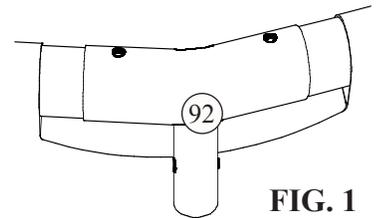

FIG. 1
2. Repérez les conduites en métal et les Raccords en T. Les Poutres Horizontales (91) sont les conduites courtes à grand diamètre et une paire de trous à chaque extrémité. Les conduites plus longues et de diamètre plus petit avec Clip-V (95) dans une extrémité sont les Pieds Verticaux (94). Introduisez les Poutres Horizontales (91) dans les fourreaux soudés autour du bord supérieur de la paroi de la piscine et tournez-les pour avoir les deux trous à chaque extrémité en ligne verticale. Introduisez l'extrémité d'une poutre dans un Raccord-Té et alignez les trous avec ceux de la Poutre Horizontale. N'INSTALLEZ AUCUNE GOUPILLE (93) POUR LE MOMENT. Continuez d'installer tous les Raccords-Té sur les Poutres Horizontales tout autour de la piscine. Voir Fig. 1.